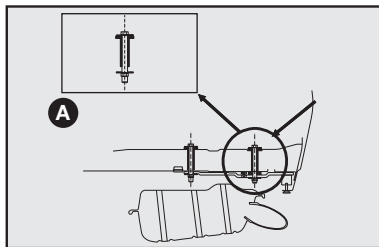

fig. 11
- Efetuar no veículo a furação com \varnothing (diâmetro) 11 mm traspassando o assoalho posterior (ver detalhe **A-fig. 11**) e a longarina nas marcas esquemáticas indicadas na **fig. 12**.